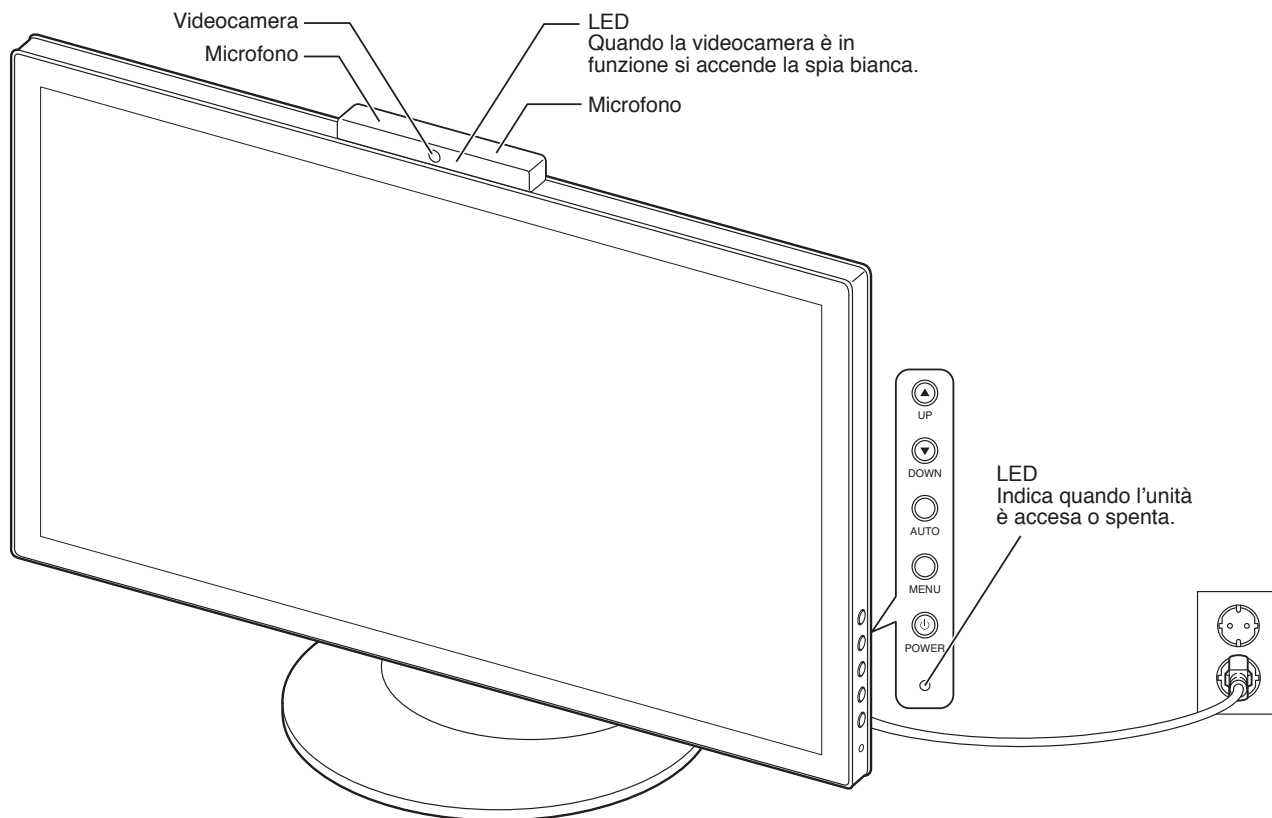

Figura E.1
6. Accendere il computer e il monitor premendo il tasto di accensione sul bordo laterale (**Figura E.1**).